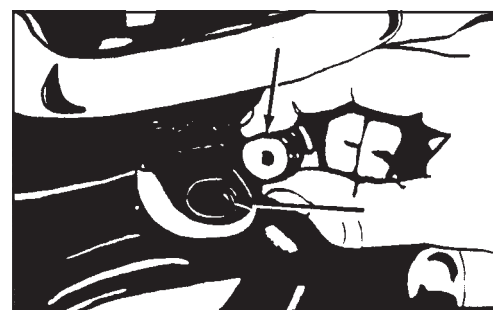

Abbildung 9
1. Zur Reinigung der Lüftungsöffnung in der Mitte des Verschlusses, entfernen Sie diesen von der Maschine. Während der Verschluß entfernt ist, überprüfen Sie auch die Schmiere im Getriebe. Siehe Abbildung 9.